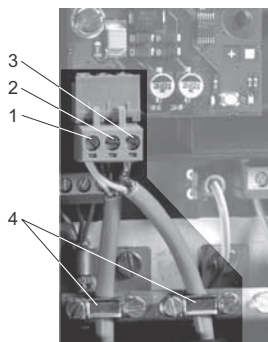

Fig. 2 Conexión del LON
Ver fig. 2.
1. Conectar los conductores al terminal A (pos. 1).
2. Conectar los conductores al terminal B (pos. 2).
3. Conectar los terminales de pantalla trenzados al terminal "Pantalla" (pos. 3).
La pantalla sólo se debe conectar al terminal de pantalla del módulo CIM 1XX LON. Ver fig. 2, pos. 3.
La pantalla de cable nunca debe conectarse a tierra mediante la abrazadera de tierra. Ver fig. 2, pos. 4.